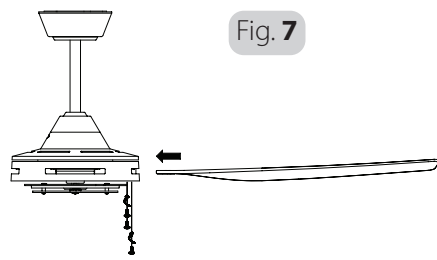

Fig. 7
8. Einen Flügel nach der anderen bearbeiten. Den Flügel in den Schlitz im Mittelband des Motorgehäuses einsetzen und die Flügelschrauben lose anziehen. Wenn alle Flügel montiert sind, alle Schrauben fest anziehen. Siehe Abb. 7
8. Working one blade at a time, place the blade into the slot in the motor housing centre band, and tighten blade screws loosely, and when all blades are installed tighten all screws firmly. Refer Fig. 7
8. En travaillant une pale à la fois, placez la pale dans la fente au niveau de la bande centrale du boîtier du moteur et serrez légèrement les deux vis de pales. Une fois l'ensemble des pales installées, serrez toutes les vis fermement. Voir Figure 7
8. Lavorando su una pala alla volta, collocarle nella scanalatura della fascia centrale dell'alloggiamento motore e serrare entrambe le viti delle pale senza stringerle; quindi, una volta installate tutte le pale, serrare saldamente le viti corrispondenti. Vedere fig. 7
8. Bevestig de bladen een voor een. Plaats het blad in de sleuf in de middelste band van de motorbehuizing, en draai de bladschroeven nog niet helemaal aan. Wanneer alle bladen zijn geïnstalleerd, draait u alle schroeven stevig aan. Zie fig. 7
8. Trabalhando numa pá de cada vez, coloque a pá na ranhura na faixa central da caixa do motor, e aperte ligeiramente os dois parafusos das pás, e quando todas as pás estiverem instaladas, aperte firmemente todos os parafusos. Consulte Fig. 7